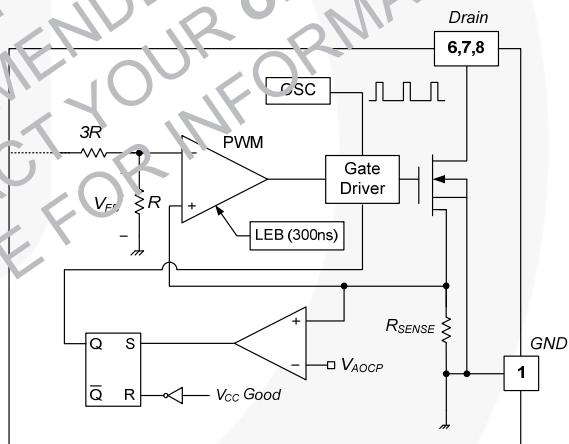

图 22. 异常过流保护
4.2 异常过流保护 (AOCP) 当次级整流二极管或变压器引脚短路时，在最小导通时间 t 有一段有极高 $\frac{dI}{dt}$ 的陡波电流流过 SenseFET。在这种异常情况下，过载保护不足以保护 FSL117MRIN，因为在触发 CLP 之前，会有很大的过流应力施加于 SenseFET。内部 AOCP 电路如图 22 所示。当过流信号被施加到功率 SenseFET 上，AOCP 模块被启用并监控通过感测电阻 R_{SENSE} 的电流。电阻两端的电压与预置 AOCP 电平进行比较。如果感测电阻电压大于 AOCP 电平，设置信号被施加到 S-R 锁存，导致 SMPS 关断。